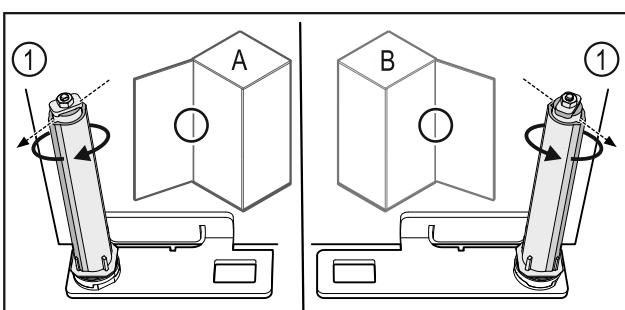

Fig. 51 Linksanschlag (A) / Rechtsanschlag (B)
► Schließsystem gegen den Widerstand drehen, bis der Steg des Schließsystems Fig. 51 (1) nach außen zeigt.